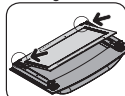

fig. 5.4
4. Após a limpeza, encaixe o vidro interno nos suportes inferiores (fig. 5.4) e posicione-o sobre a porta.